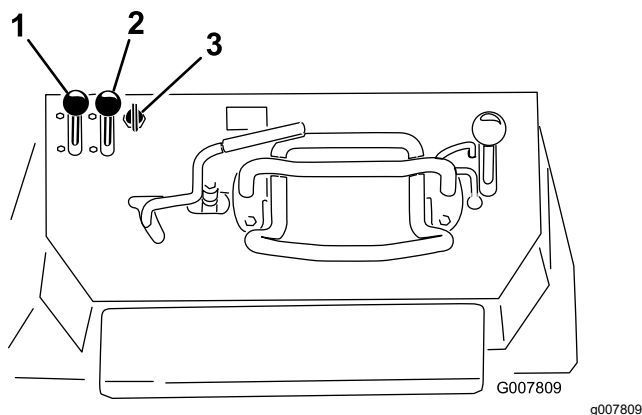

Figura 19
1. Mueva la palanca del acelerador a un punto intermedio entre las posiciones de LENTO y RÁPIDO (Figura 19).
2. Mueva la palanca del estérter a la posición de ABIERTO (Figura 19).
- En máquinas de arranque eléctrico, gire la llave a la posición de CONECTADO (Figura 19). Cuando el motor arranque, suelte la llave.
4. Mueva gradualmente la palanca del estérter a la posición de DESCONECTADO (Figura 19). Si el motor se cala o funciona de forma irregular, active el estérter otra vez hasta que el motor se caliente.
5. Mueva la palanca del acelerador a la posición deseada (Figura 19).
2. Mueva la palanca del acelerador a la posición de LENTO (Figura 19).